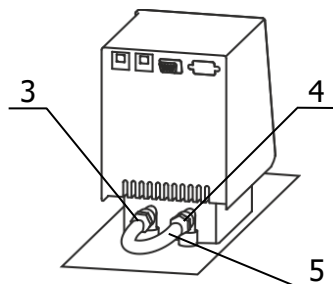

Рисунок 3 — Установка перемычки
2.2.6 Соединить входной 4 и выходной 3 штуцеры насоса блока регулирования с помощью шланга-перемычки 5 (рисунок 3) и хомутов из комплекта поставки блока регулирования.